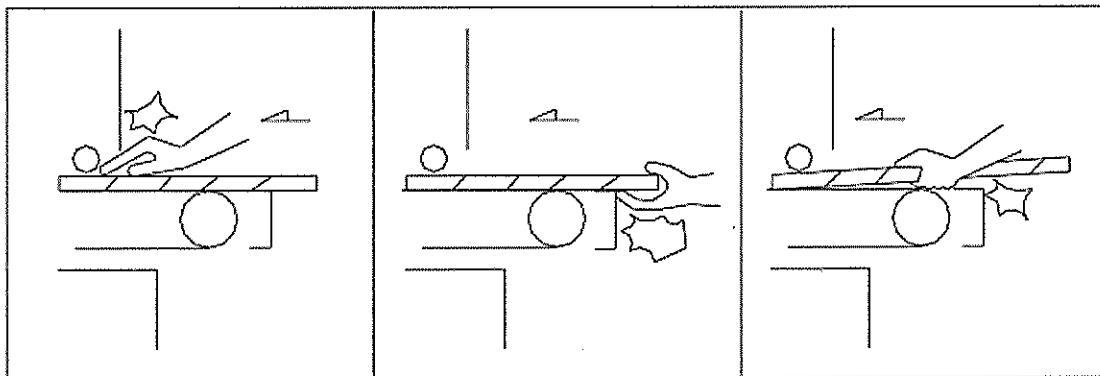

Figura 2-1
2. Cuando la lijadora está en operación, por favor tenga cuidado con la postura de sus manos al colocar los objetos de trabajo para evitar peligros. En Figura 2-1, se muestra la postura incorrecta.